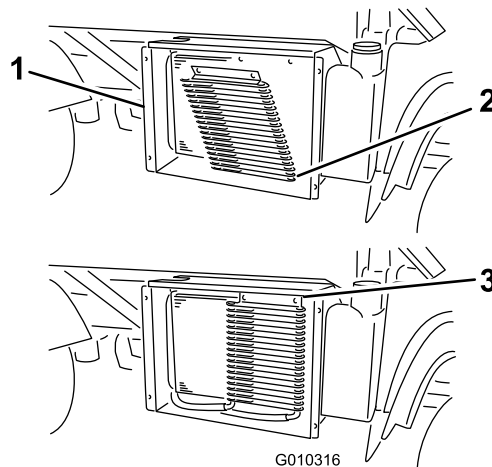

Figure 13
1. Insérez les languettes de montage du refroidisseur dans les fentes situées sous le radiateur (Figure 13).
2. Relevez le refroidisseur et fixez le haut sur le radiateur avec les fixations 1/4 de tour (Figure 13).